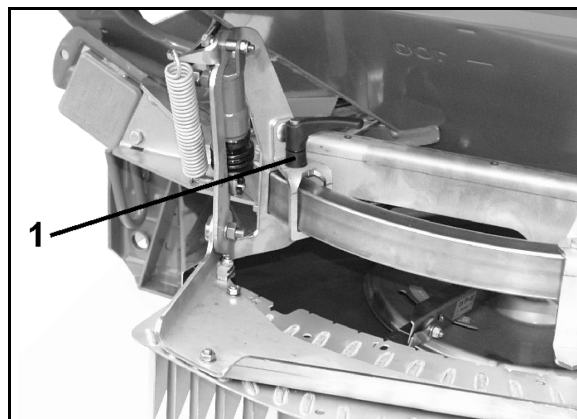
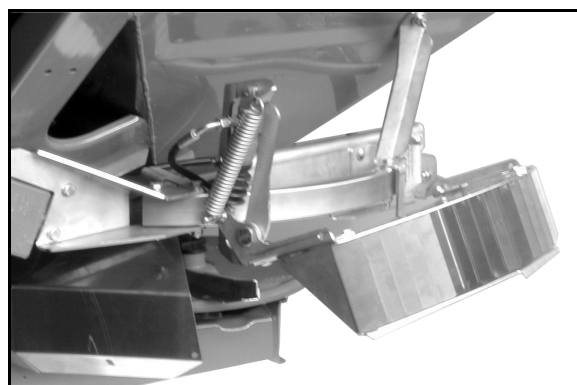

Рис. 74
Рис. 76
Настраиваемое значение следует найти в таблице норм внесения удобрений (Рис. 74).
2. Сдвигайте защитный экран по направляющей скобе (Рис. 76/1) до тех пор, пока стрелка (Рис. 76/2) не будет стоять на устанавливаемом значении из таблицы норм внесения удобрений (Рис. 74).